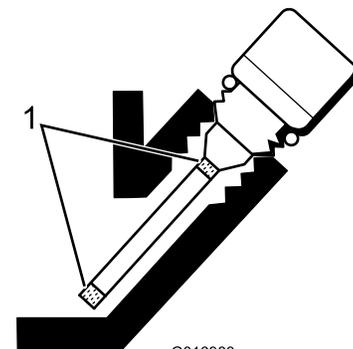

Figure 24
5. Si le niveau est bas, ajoutez suffisamment d'huile pour le faire monter entre les repères hachurés sur la jauge (Figure 24). **Ne remplissez pas excessivement.**